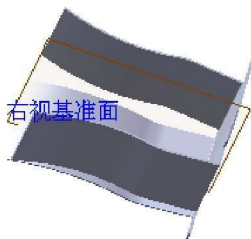

图 1.16 镜像
Step6. 创建图 1.16 所示的镜像。选择下拉菜单 **插入(I)** → **阵列/镜像(M)** → **镜向(M)...** 命令，系统弹出“镜像”对话框；选取右视基准面作为镜像基准面；选择斜接法兰 2 作为镜像的对象；单击  按钮，完成镜像的创建。